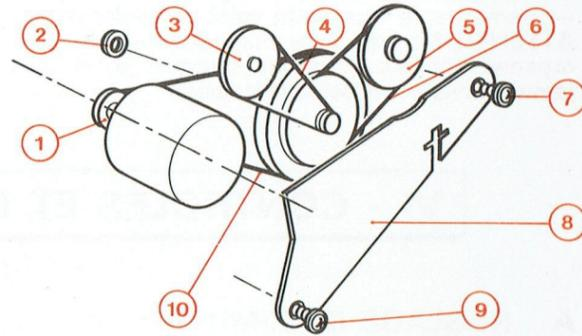
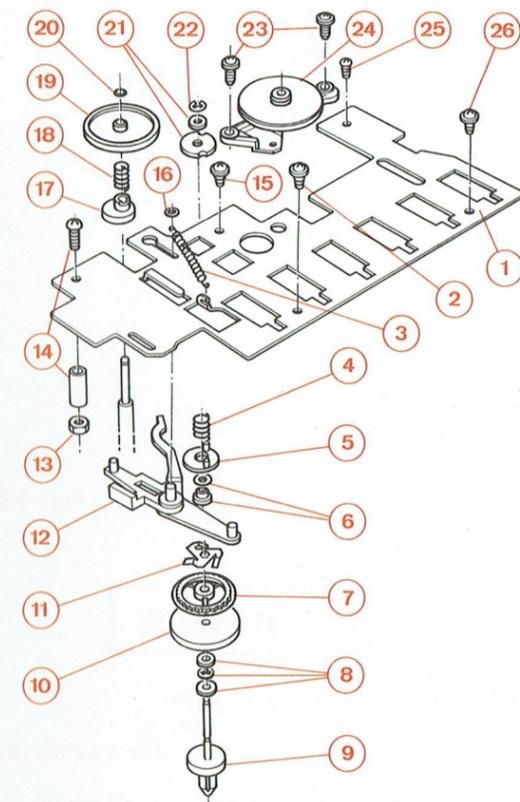
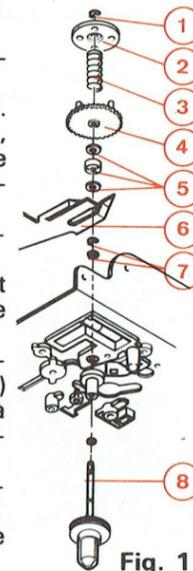

Fig. 8
Fig. 10
Fig. 11
1° Courroie d'entraînement (10), de la poulie moteur (1) et courroies d'entraînement (4), (6) des poulies (3) et (5) (Fig. 8).
- Enlever les vis (7) et (9) et dégager le palier inférieur (8).
- Procéder aux remplacements des courroies d'entraînement selon la configuration indiquée en figure 8.
**H - DÉPOSE DU VOLANT (Fig. 8)**
- 2° Enlever les vis (7) et (9) et dégager le palier inférieur (8).
- 3° Retirer les courroies d'entraînement (10), (4) et (6).
- 4° Tirer le volant en faisant attention de ne pas perdre la rondelle (2).
**I - DÉMONTAGE DU COULISSEAU D'ARRÊT AUTOMATIQUE (Fig. 10)**
- 3° Enlever l'anneau d'arrêt (20) et retirer la poulie (19), le ressort (18) et la came (17).
- 4° Enlever l'anneau d'arrêt (22) et retirer les rondelles (21) et le ressort (4).
- 5° Enlever les vis (25), (26), (2) et (15) puis l'écrou (13) et vis et entretoise (14).
- 6° Retirer la rondelle (16) et le ressort (3).
- 7° Soulever la plaque métallique (1) et retirer le coulisseau d'arrêt automatique (12).
**J - DÉPOSE DU PORTE-BOBINE RÉCEPTEUR (Fig. 10)**
- 2° Retirer la poulie plastique (5), l'entretoise et la rondelle (6), le ressort à lame (11) et la poulie plastique dentée (7).
- 3° Devissier et enlever les vis (23) puis retirer l'ensemble poulie plastique (24).
- 4° Extraire la poulie (10) de son axe.
- 5° Retirer les rondelles et anneau d'arrêt (8) et effectuer la dépose du porte-bobine récepteur (9).
**K - DÉPOSE DU PORTE-BOBINE DÉBITEUR (Fig. 11)**
- 3° Retirer l'anneau d'arrêt (1), la poulie plastique (2), le ressort (3) et la poulie plastique dentée (4).
- 4° Extraire les rondelles et l'entretoise (5).
- 5° Effectuer les opérations 4 et 5 du paragraphe I (voir figure 10).
- 6° Soulever la plaque métallique (11) (voir figure 10) pour dégager le ressort à lame (6) de l'axe du porte-bobine débiteur (8).
- 7° Enlever la rondelle et l'anneau d'arrêt (7).
- 8° Déposer le porte-bobine débiteur (8).